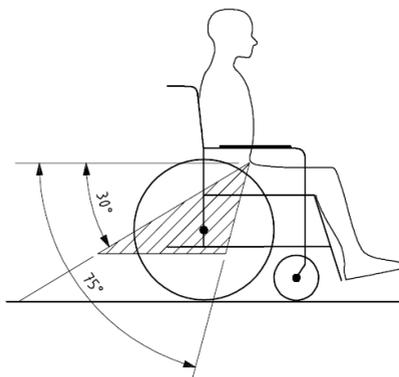

Figura 27
- Si consiglia di utilizzare la cintura di sicurezza pelvica lungo la parte frontale della zona pelvica, in modo che l'angolo della cintura sia compreso tra  $30^\circ$  e  $75^\circ$  rispetto all'orizzontale, come indicato in Figura 27; un angolo maggiore, sempre nel range previsto, è preferibile.